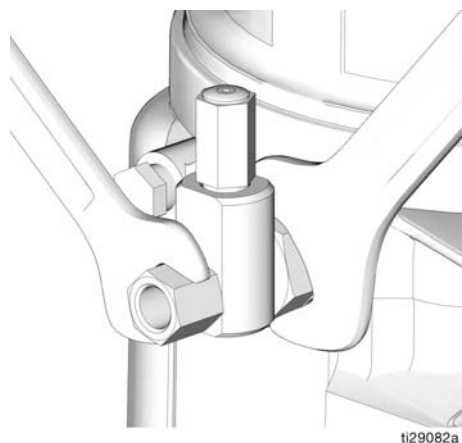

FIG. 30
1. Allentare il raccordo dell'elemento pompa (FIG. 30).
3. Stringere il raccordo dell'elemento pompa utilizzando due chiavi operanti in direzioni opposte (FIG. 30).